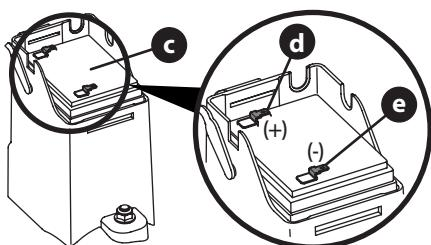

Figura 28
2. Instalación de la batería (Figura 28):